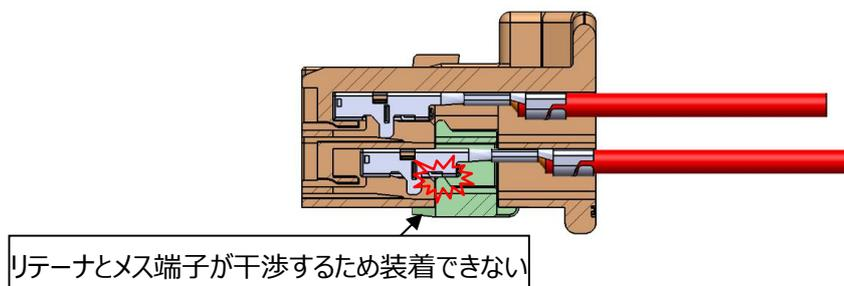

図 29.リテーナ中途挿入状態
- ④ 図 29 に示すように、メス端子が中途挿入状態である場合、リテーナが装着できません。